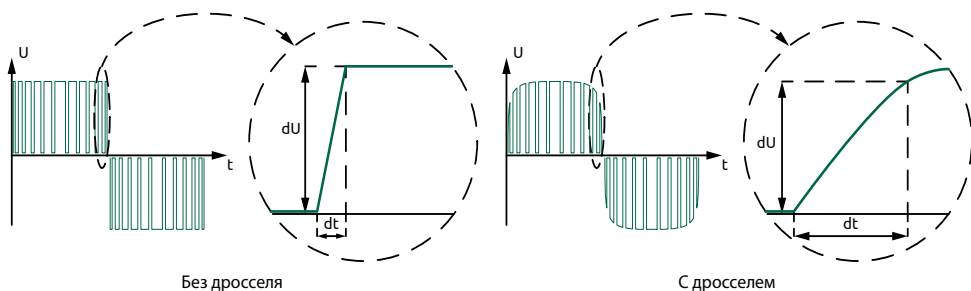

Рисунок 13 – Кривые напряжения на входе и выходе моторного дросселя
- ограничение крутизны нарастания напряжения dU/dt (см. рисунок 13) и, как следствие, уменьшение амплитуды перенапряжений на клеммах электродвигателя;